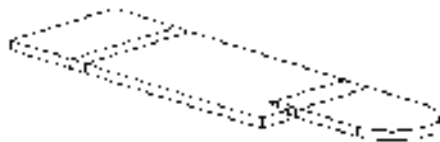

图 10.2.15 平整状态钣金件
Step3. 单击操控板中的 **✓** 按钮，完成平整状态的创建；结果如图 10.2.15 所示。